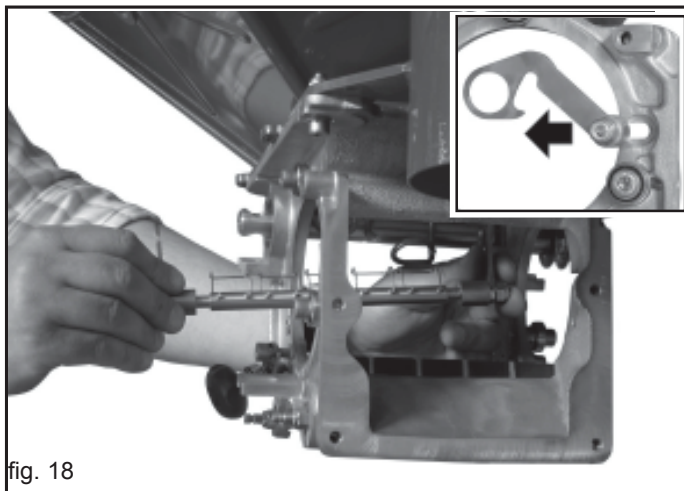

fig. 18
- 4) Reinigungswelle nach vorne ziehen und aus dem Dosiergeraet entnehmen. (Abb. 18).